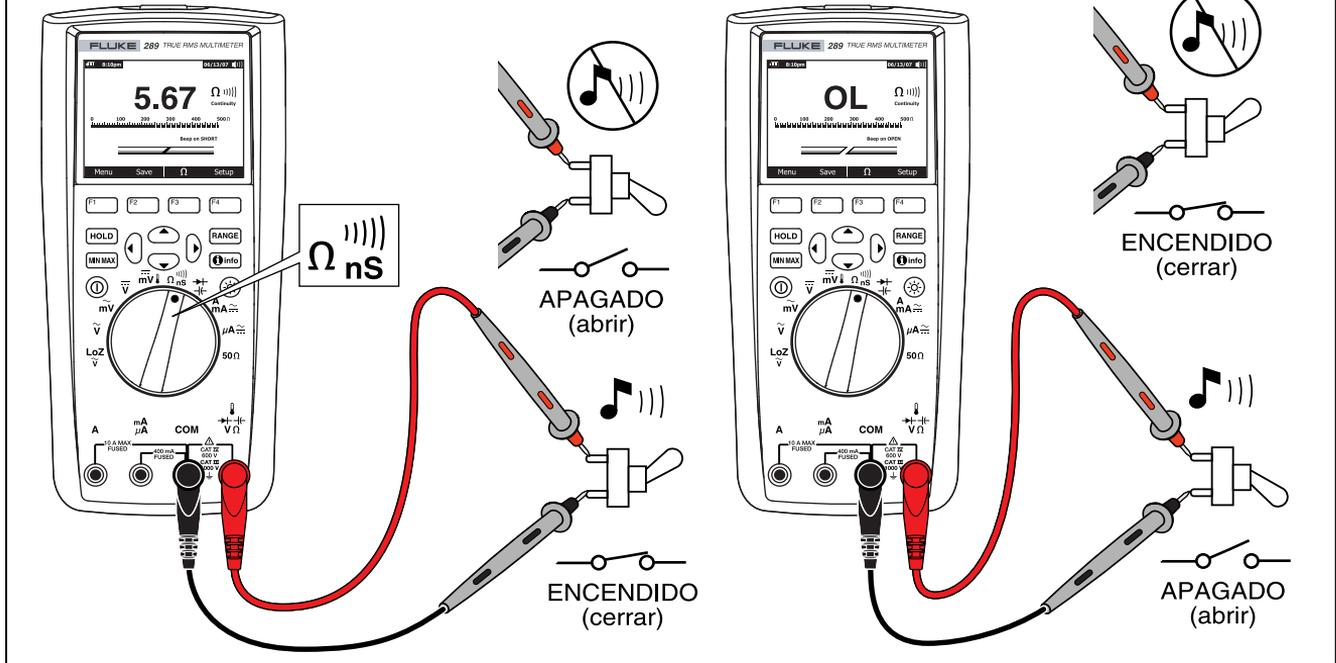

Figura 17. Comprobación de continuidad
Para realizar una prueba de continuidad, posicione el selector giratorio en Ω_{ns}^(H) y configure el multímetro tal como se muestra en la figura 17. Pulse la tecla programable rotulada ^(H). En la función de continuidad, un cortocircuito significa un valor medido de menos del 8 % de la escala completa para el rango de 500 Ω y menos del 4 % para otros rangos de resistencia.